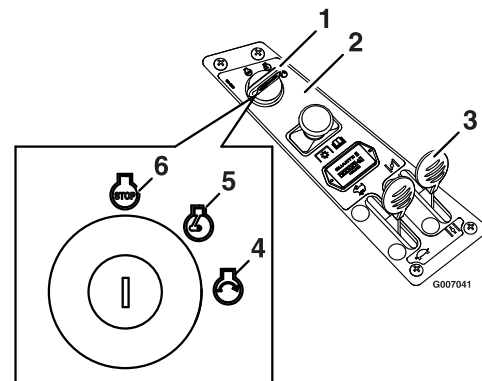

Figura 11
- Gire la llave de contacto a Arranque para activar el motor de arranque. Cuando el motor arranque, suelte la llave (Figura 11).
- Si el motor se cala o funciona de forma irregular, mueva la palanca del estérter hacia adelante un poco durante unos segundos (Figura 11).
1. Ponga el acelerador a un punto entre Rápido y velocidad media (Figura 11).
3. Gire la llave de contacto a Desconectado (Figura 11).